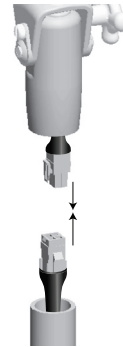

FIGURA 4
3. Conecte los enchufes que salen de la parte inferior del soporte del motor y de la parte superior del tubo telescópico. Vea la Figura 4.